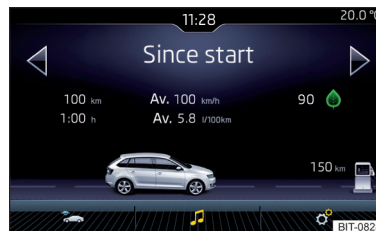

Abb. 185
- › Die Taste  drücken, es wird das Hauptmenü mit den folgenden Funktionsflächen angezeigt » **Abb. 185**.